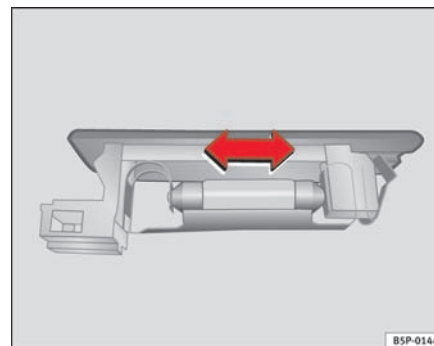

Fig. 199 Bagagerumslys
- Tryk pæren til siden, og tag den ud af holderen ⇒ side 261, fig. 199. ■